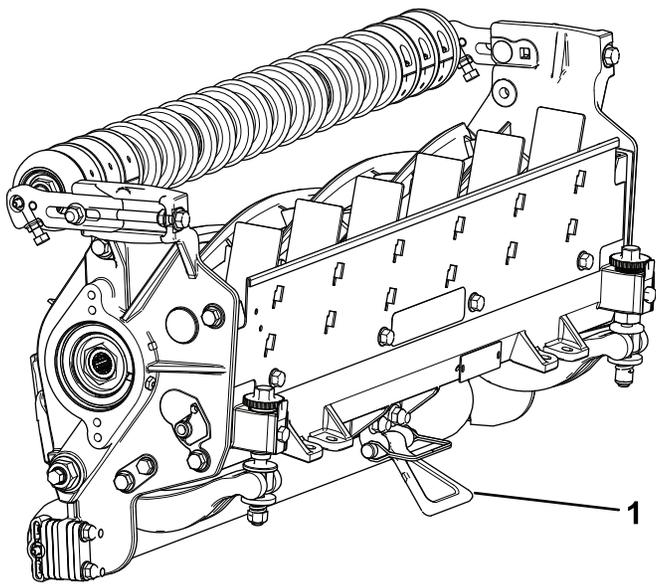

Figure 13
**Important:** Assurez-vous que les écrous à l'arrière des vis de réglage de la barre d'appui ne reposent pas sur la surface de travail ; utilisez la béquille (Figure 13).